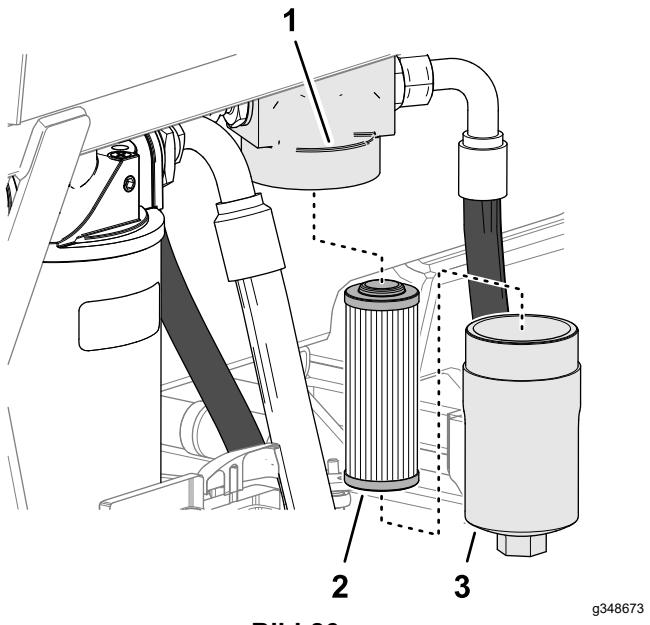

Bild 86
3. Reinigen Sie auf der linken Seite der Maschine den Bereich um den Filterkopf und stellen Sie eine Auffangwanne unter das Filtergehäuse (Bild 86).
4. Nehmen Sie das Filtergehäuse vom Filterkopf ab und entfernen Sie den Filtereinsatz (Bild 86).
5. Setzen den neuen Filtereinsatz in den Filterkopf ein (Bild 86).